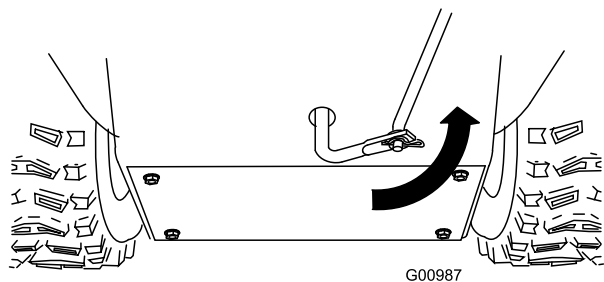

Рисунок 13
5. Поверните нижнее коромысло полностью вверх (против часовой стрелки) (Рисунок 13).